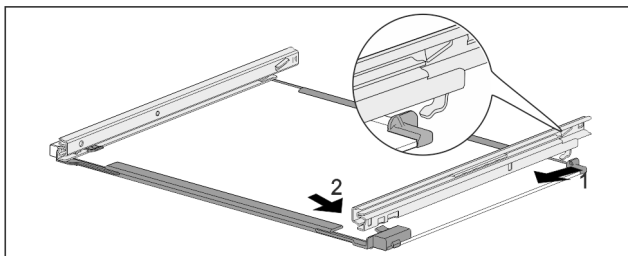

Fig. 169 Glasplatte mit Schienen
- ▶ Schiene hinten einhaken. Fig. 169 (1)
- ▶ Schiene vorne einrasten. Fig. 169 (2)